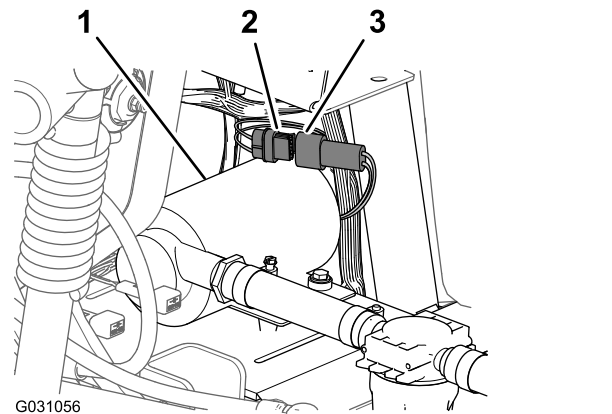

Figure 147
1. Branchez le connecteur à 6 broches du faisceau de la pompe de rinçage au connecteur à 6 douilles du faisceau principal arrière (Figure 147).